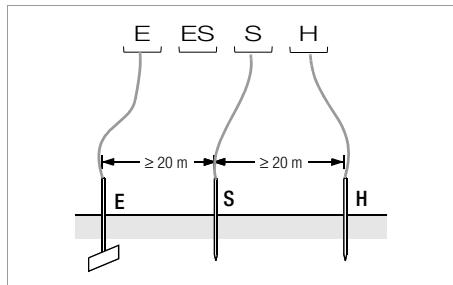

Figure 2 Mesure de la résistance de terre selon la méthode à trois fils
- ⇒ Installez les perches de la sonde et de la prise de terre auxiliaire à au moins 20 m et 40 m de la prise de terre (voir figure 2, page 18).